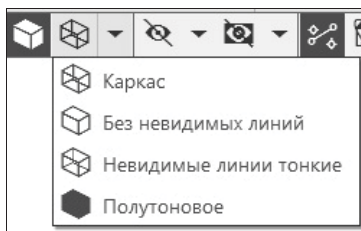

Рис. 19.8. Панель выбора типа отображения
- ♦ из **Панели быстрого доступа** кнопка **Полутоновое с каркасом** (по умолчанию включена) и кнопка **Каркас** с выпадающей панелью (рис. 19.8), где можно выбрать нужный тип отображения.